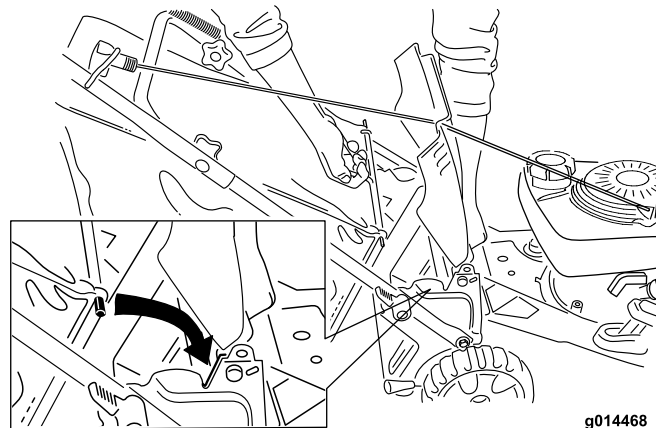

Bild 18
2. Heben Sie die hintere Klappe an und hängen Sie den Fangkorb in die Kerben ein; senken Sie die hintere Klappe dann ab (Bild 18).